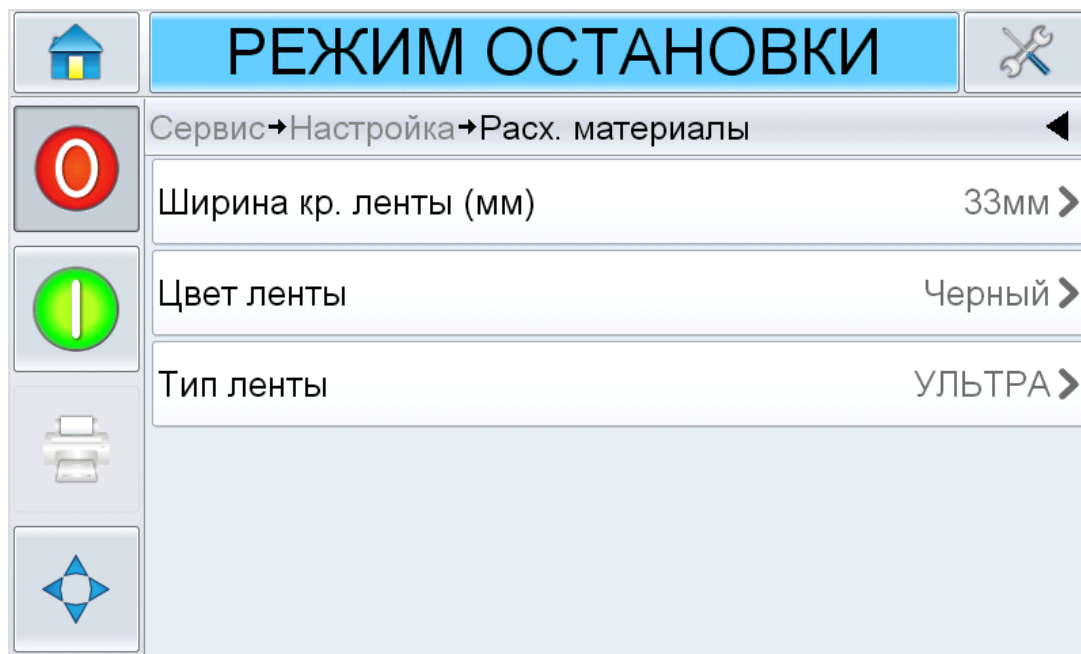

Рис. 4-17: Параметры ленты принтера
1. Последовательно выберите пункты *Сервис > Настройка > Расх. материалы > Ширина кр. ленты* (см. Рисунок 4-17).
1. Войдите в *Сервис > Настройка > Расх. материалы > Цвет ленты*, как показано на Рисунок 4-17 на странице 4-16.